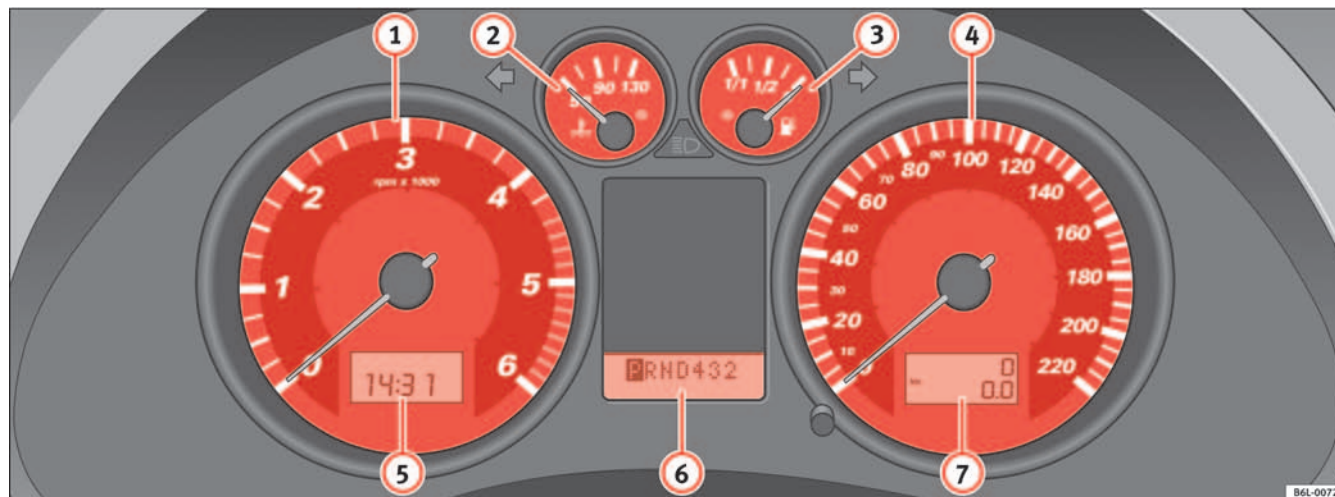

Fig. 32 Detalle del tablero de instrumentos: cuadro de instrumentos
El principio de la zona roja ⇒ página 58, fig. 32 ④ indica el régimen máximo de revoluciones del motor funcionando a temperatura de servicio. Antes de alcanzar dicha zona se debe cambiar a una marcha más larga, colocar la palanca selectora en D o levantar el pie del acelerador.
- Para ajustar las horas, gire el botón ⇒ página 58, fig. 32 ⑤ hacia la izquierda hasta el tope. Si gira el botón brevemente hacia la izquierda, se avanza una hora.